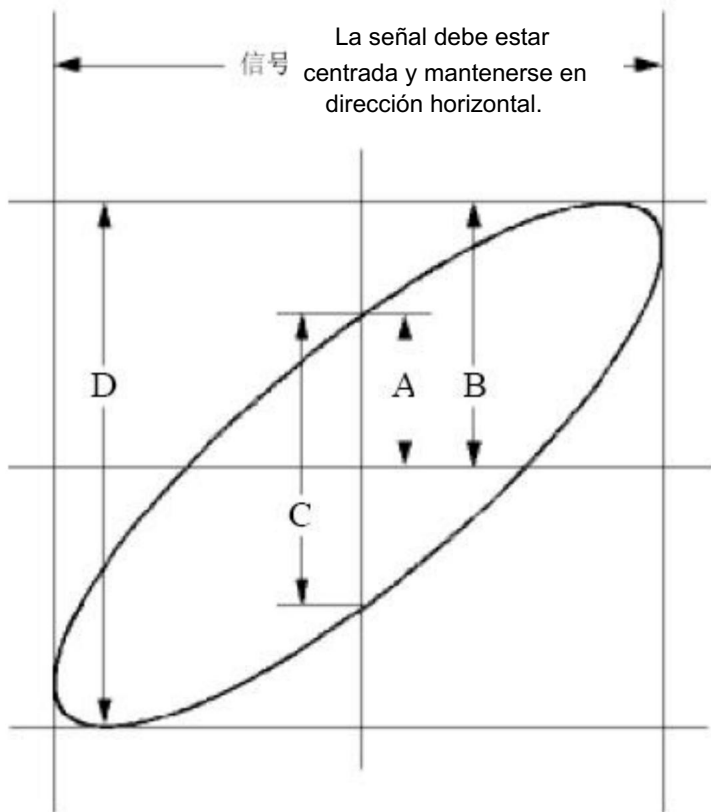

Figura 6-6 Gráfico de Lissajous
(1) Configure el coeficiente de atenuación del menú de la sonda en 10X y el del interruptor en la sonda en 10X (consulte "Cómo configurar el coeficiente de atenuación de la sonda" en la página 19).
(2) Conectar la sonda del canal 1 a la entrada de la red y la de Canal 2 a la salida de la red.
(3) Presione el botón Autoset , con el osciloscopio encendiendo las señales de los dos canales y mostrarlos en la pantalla.
(4) Gire la perilla de escala vertical , haciendo que las amplitudes de dos señales igual en bruto.
(5) Presione el botón Adquirir para mostrar el menú derecho.
(6) En el menú de la derecha, seleccione el modo XY como ON. El osciloscopio mostrará Las características de entrada y terminal de la red en el gráfico de Lissajous. forma.
(7) Gire las perillas de Escala vertical y Posición vertical , optimizando la forma de onda.
(8) Con el método del oscilograma elíptico adoptado, observar y calcular la diferencia de fase (ver Figura 6-6 ).